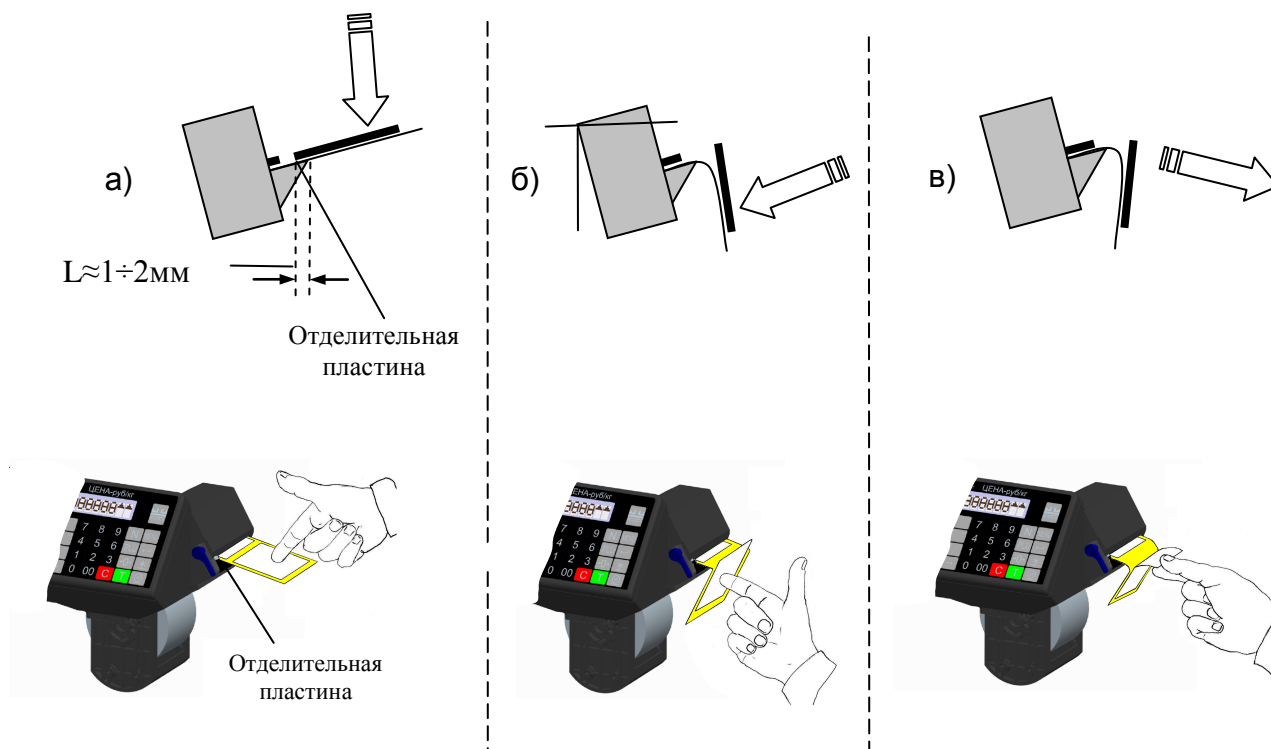

Рис. 7. Отделение этикетки
- После печати этикетка выйдет из принтера и остановится над отделительной пластиной (Рис. 7 а);
- Легким нажатием указательного пальца отклонить этикетку вниз вместе с лентой (Рис. 7 б). Край этикетки отделится от ленты;
- Снять этикетку с ленты, удерживая ее за верхний край большим и указательным пальцами (Рис. 7 в).
- 3 Если край этикетки не отделяется при нажатии или отделяемый край слишком мал, то необходимо откорректировать место остановки этикетки. Рекомендованное место остановки, когда край этикетки не доходит до конца отделительной пластины на $1 \div 2$ мм (см. Рис. 7 а). Порядок изменения места остановки этикетки описан в разделе 2.4.2.3. Первая этикетка после включения питания весов или после заправки рулона является контрольной и при печати выходит из принтера пустой.
Удобное отделение этикетки обеспечивается, когда расстояние L между концом этикетки и краем отделительной пластины после распечатки составляет 1- 2 мм (Рис. 7 а). Изменение L достигается кнопками  и , при этом, на печатающем устройстве, заметно перемещение этикетки.